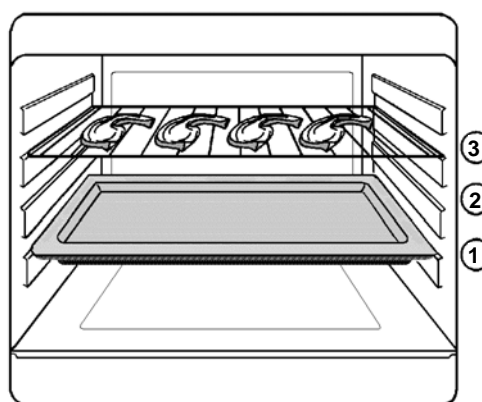

fig. 6
1. Enfourez votre plat au gradin 3 (fig. 6).
- Glissez la grille support de plat au gradin 2 ou 3 suivant l'épaisseur de la pièce à griller (fig.6).